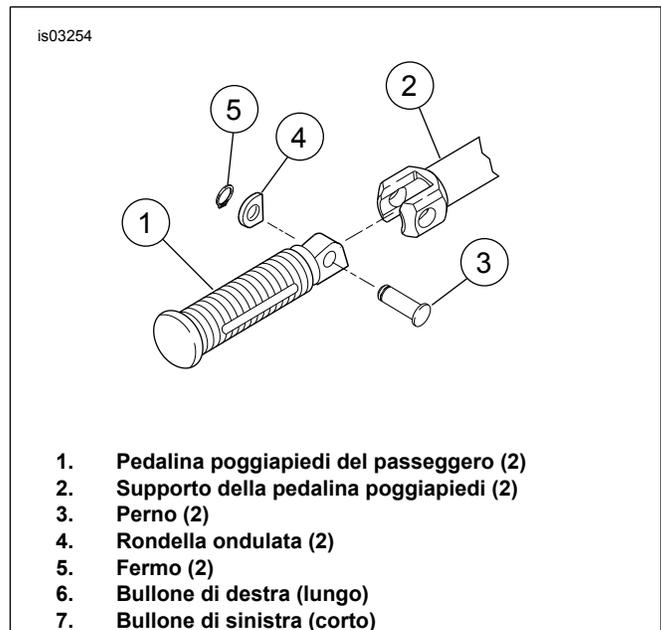

Figura 6. Montaggio della pedalina poggiatesta del passeggero (lato destro)
4. Vedere Figura 6. Togliere la pedalina poggiatesta del passeggero (1) dal sostegno (2) estraendo il perno (3), la rondella ondulata (4) e il fermo (5). Conservare le parti per l'installazione del kit.
1. Vedere Figura 6. Installare la pedalina poggiatesta del passeggero (1) sul sostegno (2) usando il perno originale (3), la rondella ondulata (4) e il fermo (5).